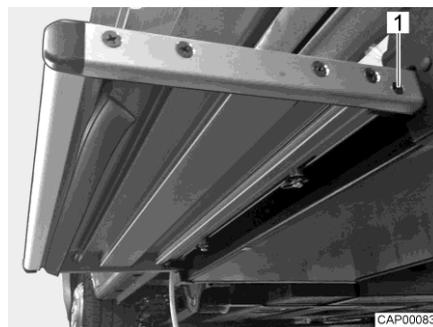

Fig. 80 Butée (marchepied)
- Dévisser une vis (Fig. 80,1) de chaque côté du marchepied. La butée du marchepied est ainsi coupé du secteur.